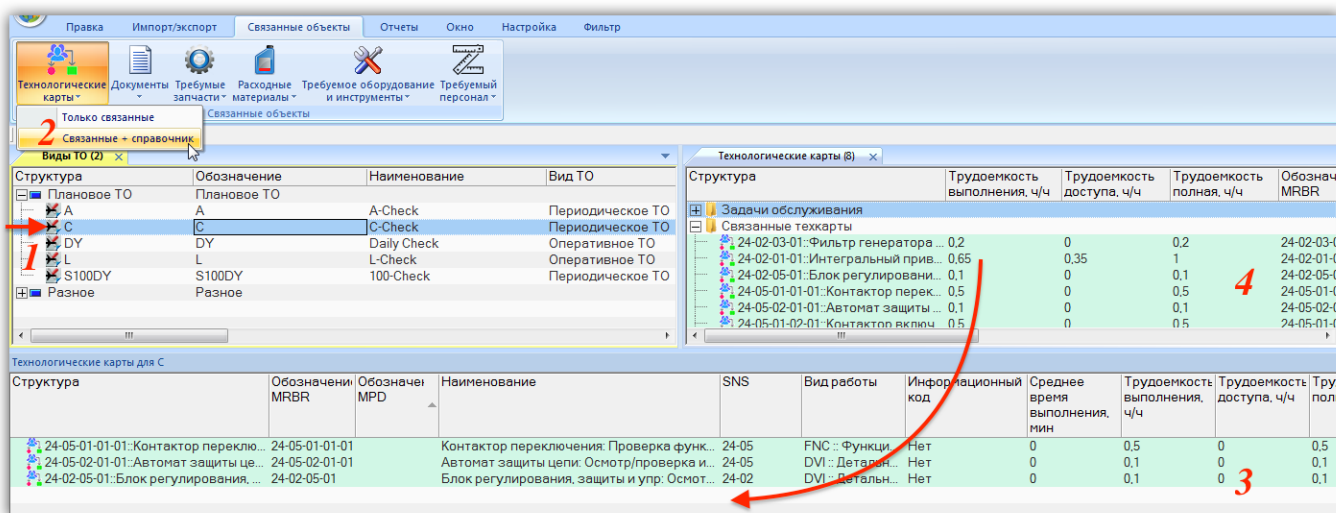

Рис. 12-19 – Установление связи вида ТО с технологическими картами
- 2) Выбрать вид ТО в рабочем окне «Виды ТО» (1 на рис. 12-19).